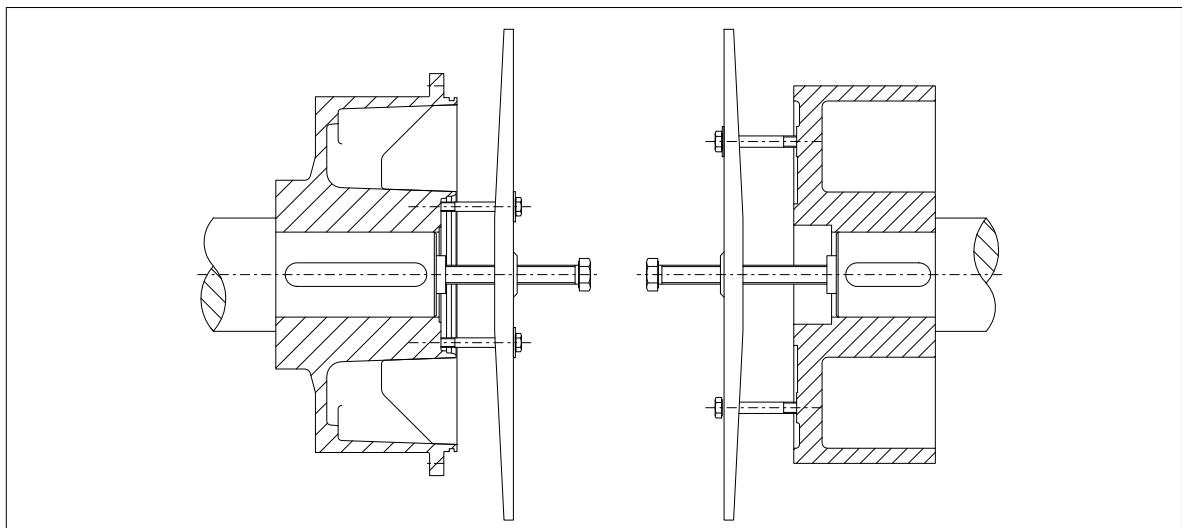

图 13: FLUDEX 联轴器的拆卸 -c
轴间空间现在足以，在需要时，在松开轴向紧固装置后用商业常见工具拔出套装的轮毂。在轮毂承载部件 (120) 中有在轮毂 2 中正面偏差 180° 的螺纹孔，能为了插入拉紧螺栓而使用该孔（参见图 13）。